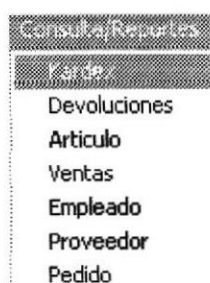

Figura 10.2. Seleccionando el Kardex.
2. Seleccione la opción <Kardex> en el menú de Reportes / Consultas dando clic con el mouse como se muestra en la figura 10.2.